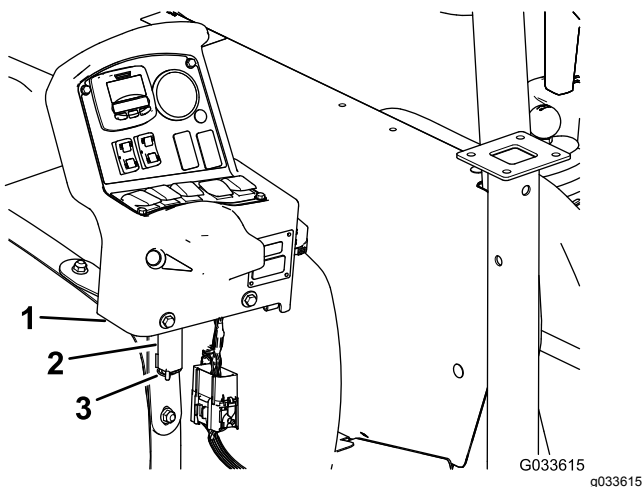

Figura 117
7. Retire a consola do suporte de montagem da consola no painel de instrumentos da máquina e alinhe o pino articulado na consola de controlo com o suporte de armazenamento na correia frontal do depósito (Figura 117); consulte 9 Instalação da consola de controlo na máquina (página 24).
8. Monte a consola no suporte e prenda o pino articulado no suporte com o perno de gancho (Figura 117).